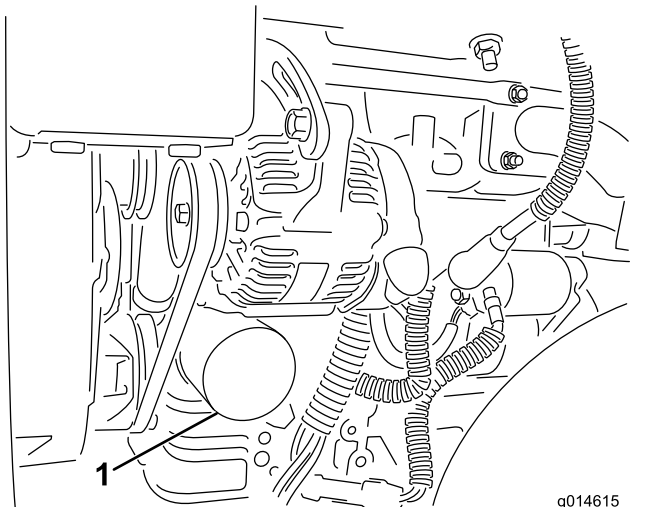

Figure 41
2. Déposez le filtre à huile (Figure 41). Appliquez une fine couche d'huile sur le joint du filtre de rechange.